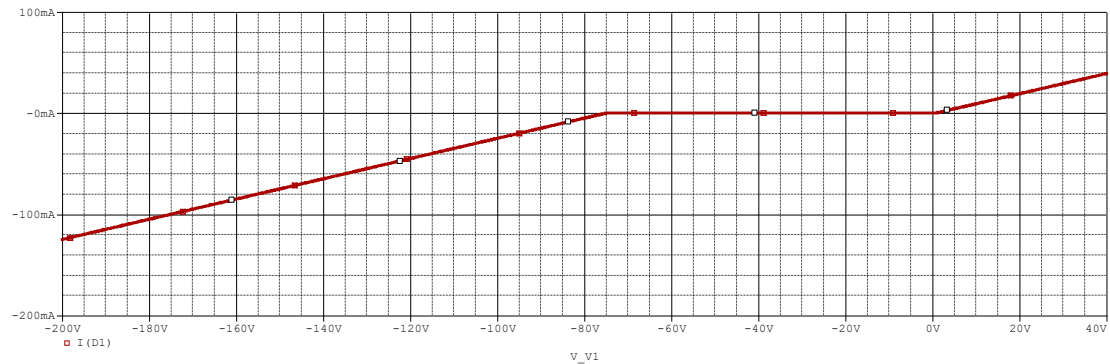

图 5.3 I (D) 与电压源 Vs 之间的关系
(3) 运行仿真分析程序
(4) 查看仿真结果
①在 Probe 程序中显示 I (D) 曲线，结果如图 5.3 显示。